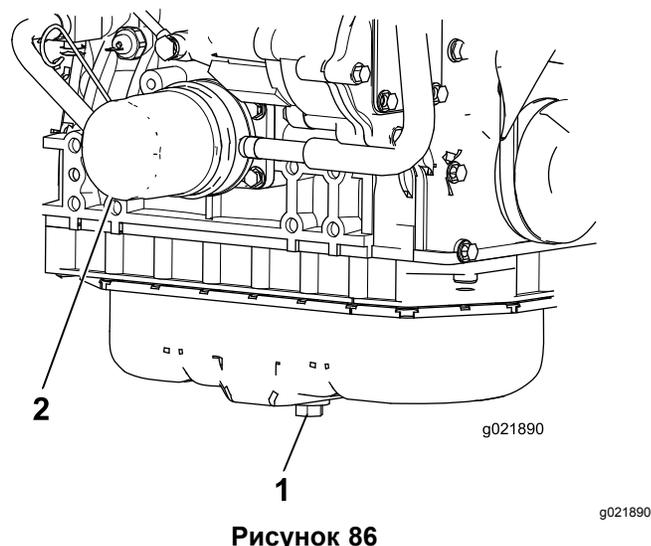

Рисунок 86
1. Снимите сливную пробку и дайте маслу стечь в сливной поддон (Рисунок 86).
3. Снимите масляный фильтр (Рисунок 86).